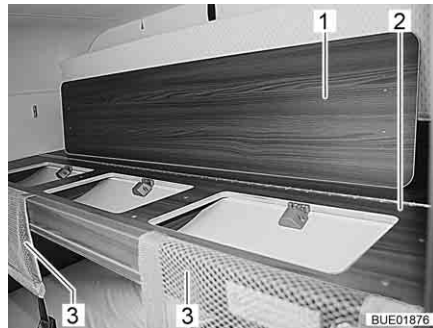

Bild 83 Skyddsnät och iläggsskiva
- Ta bort skyddsnätet (Bild 83,3) från sängytan.
- Lägg iläggsskivan (Bild 83,1) på sängytan (Bild 83,2).